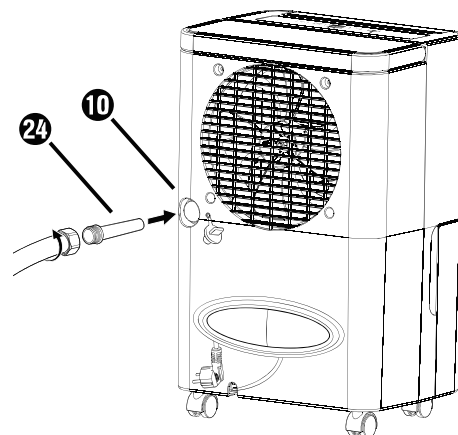

Fig. 5
- ◆ Si vous utilisez l'adaptateur pour tuyau d'arrosage UE ②④, vissez maintenant un tuyau d'arrosage sur l'adaptateur pour tuyau d'arrosage UE ②④ (voir la figure 5).